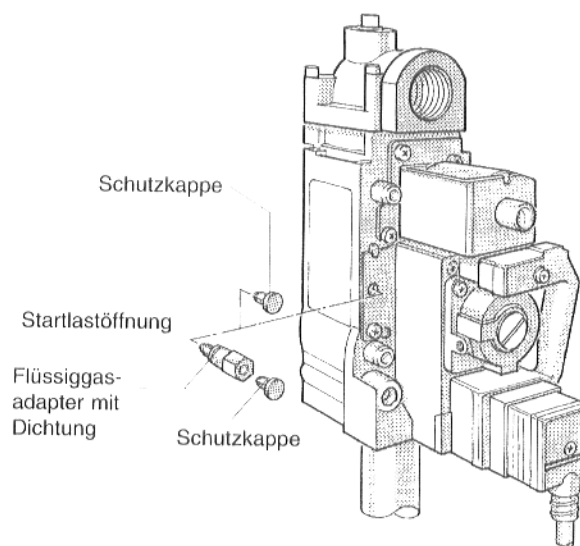

Abb. 47: Gasbrennerarmatur "Honeywell" VR 4601
- Bei Umstellung auf Flüssiggas Schutzkappe über der Startlastöffnung entfernen und Flüssiggasadapter (Kennzeichnung: 230) mit Dichtung einschrauben. Sollte der Flüssiggasadapter nicht mit einer eigenen Schutzkappe versehen sein, Schutzkappe der Startlastöffnung auf den Flüssiggasadapter aufstecken (Abb. 47).
Bei Umstellung auf Erdgas Adapter herausdrehen und Schutzkappe auf Startlastöffnung aufstecken (Abb. 47).